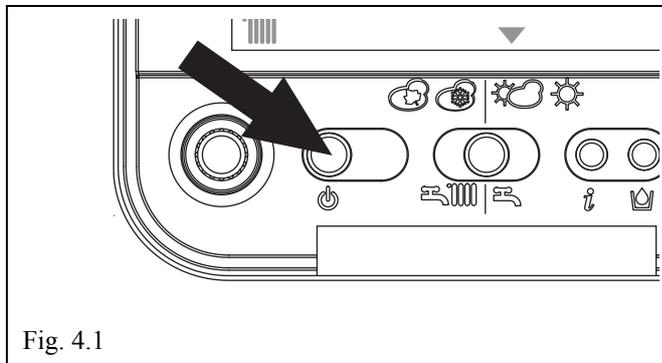

Fig. 4.1
In caso di assenze temporanee (fine settimana, brevi viaggi, ecc.) agire sul tasto On/Off/Reset **FIG. 4.1**.
- agire sul tasto On/Off/Reset **FIG. 4.1**;